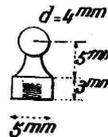

Fig. 2
- Une rotule de bras de chercheur (fig. 2) filetée intérieurement à sa base pour permettre la fixation de la broche de base.